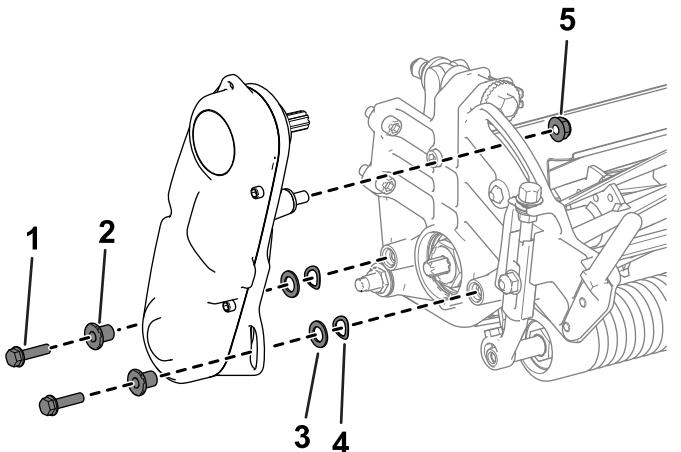

Bild 3
- A. Entfernen Sie die Befestigungsmittel, mit denen die Spindelantriebsbaugruppe an der Seitenplatte befestigt ist (Bild 3).
- B. Entfernen Sie die Spindelantriebsbaugruppe, Unterlegscheiben, Federscheiben und Distanzstücke von der Seitenplatte (Bild 3).